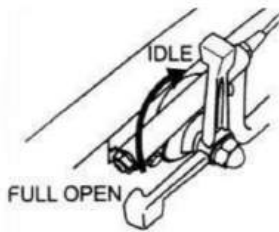

Fig. 11
1. Déplacez rapidement le levier d'accélérateur de la position COMPLÈTEMENT OUVERTE à la position RALENTI (Fig 11)